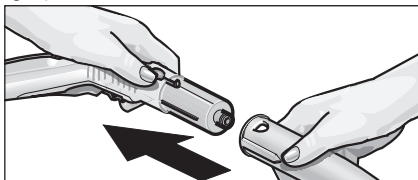

Fig. 2: Empalme de un accesorio a la pistola aplicadora de vapor
- Acople el accesorio que se vaya a utilizar (D1,E1,F1) a la pistola aplicadora de vapor (C1). Para ello, empalme el extremo tubular del accesorio a la pistola aplicadora de vapor (C1). Empuje el accesorio sobre la pistola hasta que la tecla de desbloqueo (C3) de ésta quede enclavada (véase la fig. 2).